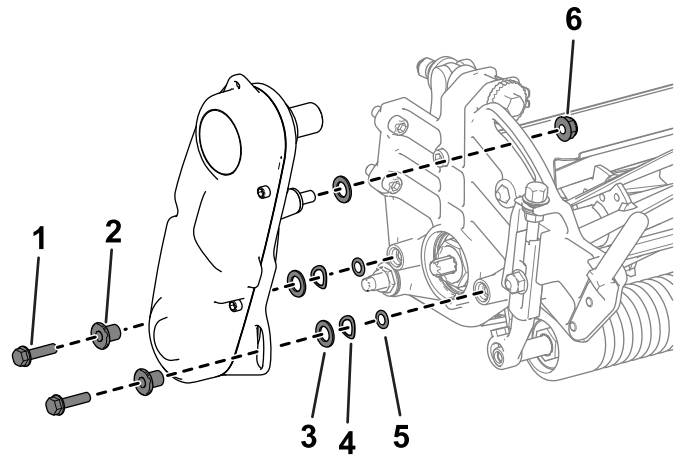

Figura 4
- Retire las fijaciones que sujetan el conjunto de transmisión del molinete a la chapa lateral (Figura 4).
- Retire el conjunto de transmisión del molinete, las arandelas planas, las arandelas de muelle, los espaciadores y las juntas tóricas de la chapa lateral (Figura 4).